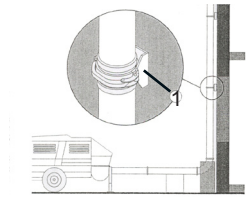

Fig. 4
- Contrôler l'état des tuyauteries et le serrage correct des raccords tant au cours du montage de la ligne ou du positionnement de la colonne qu'avant de commencer chaque phase de pompage. Les tuyauteries doivent être correctement bloquées en utilisant éventuellement des étriers de fixation appropriés (par exemple, Fig. 4 Rep. 1).